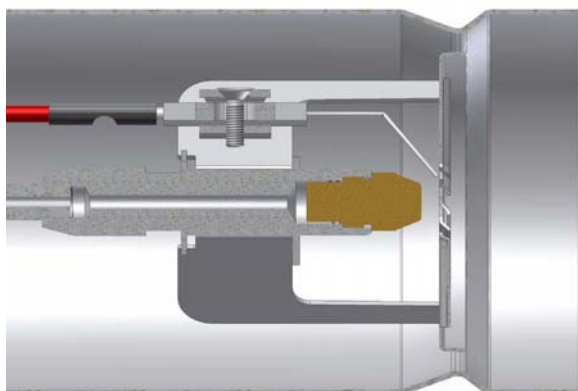
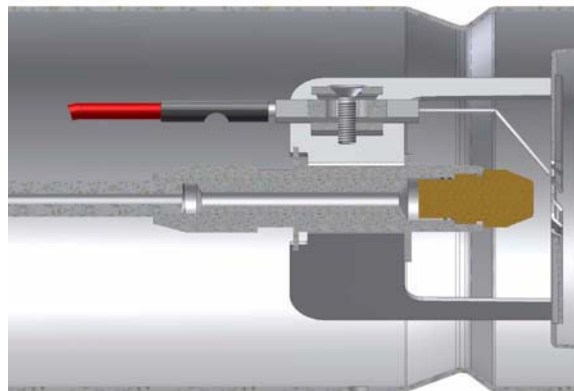

Fig. 16: Pozitie "Complet inapoi"
Fig. 17: Pozitie "Complet-inainte"
- 2 Folosind o surubelnita , prin rotire in sens invers acelor de ceas deplasati spre inainte capul de ardere (Fig. 17) , sau rotind in sensul acelor de ceas deplasati spre inapoi (Fig. 16). Indexul **ID** arata cat de mult s-a deplasat capul .